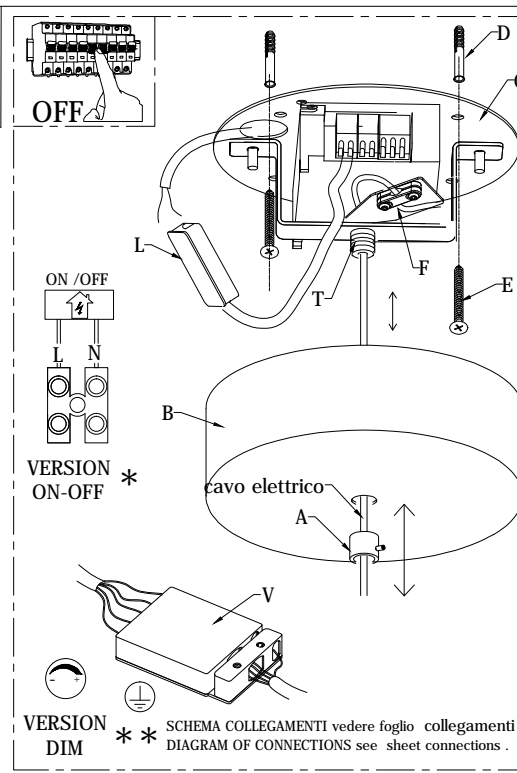

Fig. 2
- Per la regolazione del cavo d'acciaio (D), tenere premuto il pistoncino (R) posizionare la lampada all'altezza desiderata, quindi rilasciare il pistoncino.
- Per la regolazione del cavi d'acciaio (E), Svitare la vite (F) .
- Svitare il particolare (A) e abbassare il rosone (B). (fig.2)
- Fissare la staffa (C) al soffitto mediante le viti (E) e i tasselli (D). (fig.2)
- Regolare della lunghezza del cavo (D) e fissarlo sul bloccacavo (F). (fig.2)
- VER. ON-OFF Collegare i cavi nella scatola terminale (L) rispettando le polarità (Fig. 2).
- VER. DIMM. Collegare i cavi all'interno della scatola (V) rispettando la polarità indicata (Fig. 2).
- To adjust the steel cable (D), keep the plunger (R) pressed, position the lamp at the desired height, then release the plunger.
- To adjust the steel cables (E), Unscrew the screw (F).
- Unscrew detail (A) and lower the rose (B). (Fig.2)
- Fix the bracket (C) to the ceiling using the screws (E) and the plugs (D). (Fig.2)
- Adjust the length of the cable (D) and fix it on the cable clamp (F). (Fig.2)
- VER. ON-OFF Connect the cables in the terminal box (L) respecting the polarity (Fig. 2).
- VER. DIMM. Connect the cables inside the box (V) respecting the indicated polarity (Fig. 2).